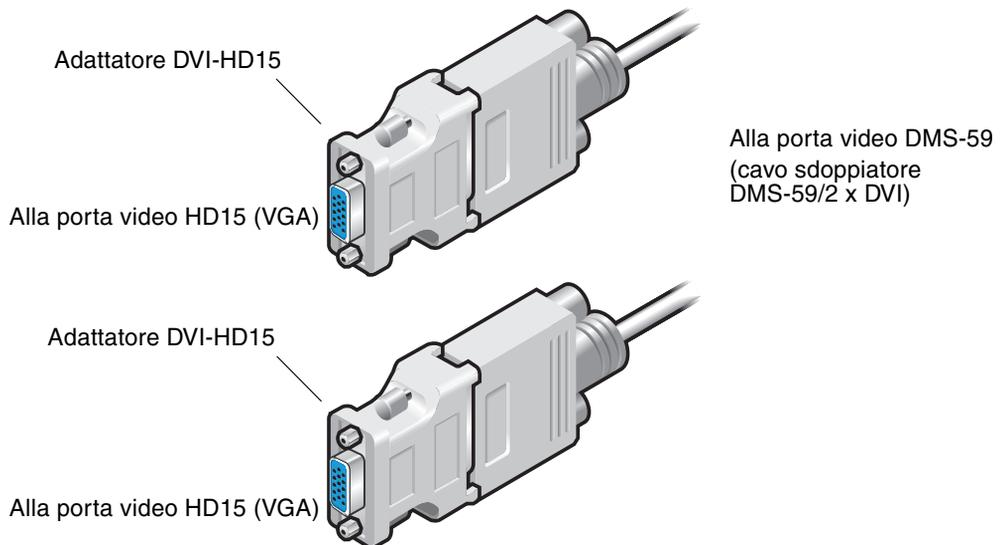

FIGURA A-2 Collegamento alla porta video DMS-59 mediante adattatori DVI-HD15
2. Collegare un adattatore DVI-HD15 a ciascuna estremità DVI del cavo sdoppiatore DMS-59/DVI (FIGURA A-2).